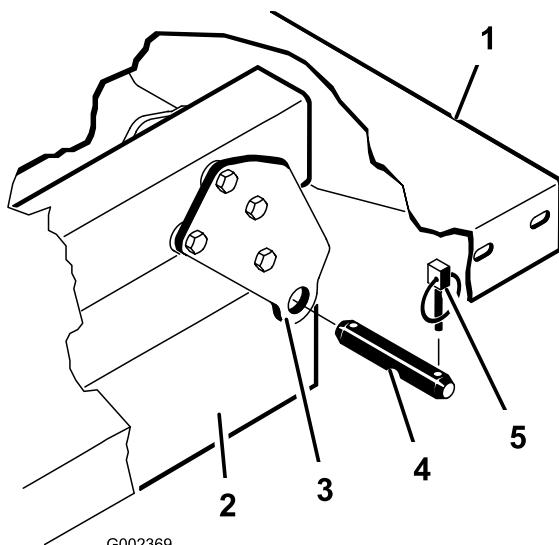

図 33
4. ピボットブラケットをフレームに固定しているリンチピンとクレビスピンを外す(図 33)。
注 後部のピボットプレートは下端を後部に向けて荷台フレーム(チャネル鋼材)にボルトで固定されています(図 33)。